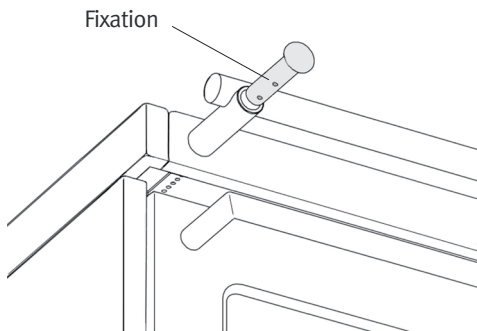

Fig. 5
- ⇒ Dévisser légèrement les vis à six-pans creux des poignées (partie inférieure), puis dévisser jusqu'à obtenir l'alignement du châssis désiré. (Fig. 5)